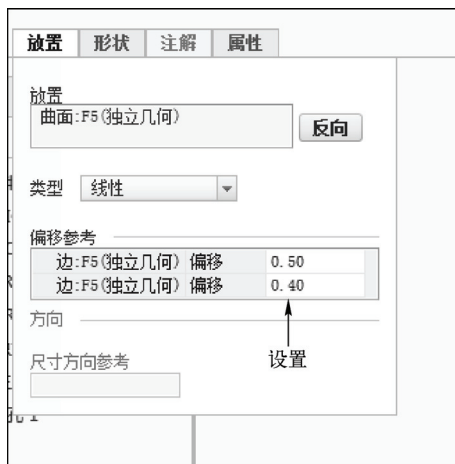

图 6-85 设置参数
STEP 04 按住〈Ctrl〉键的同时，依次选择模型中的边，并设置其偏移值为“0.5”和“0.4”，如图 6-85 所示。